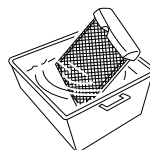

fig. 2
- För att rengöra filtret använd en dammsugare eller knacka lite på filtret. Om filtret är mycket smutsigt, bör du använda varmt vatten med en liten mängd rengöringsmedel. (fig. 2)